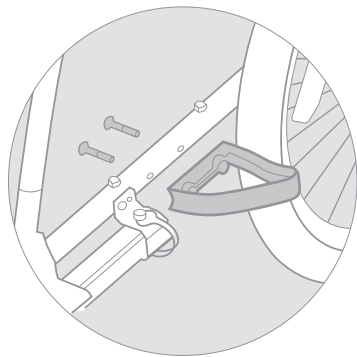

Figura 4
1. Inserte los tornillos de los protectores de las ruedas a través del tubo del marco. Haga coincidir los orificios de los protectores de las ruedas con los tornillos. Apriételos con la llave Allen hasta que queden bien sujetos (figura 4).